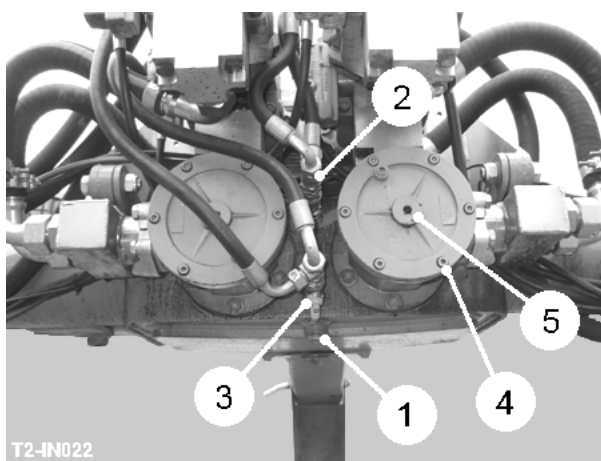

Fig 36
Le réservoir de l'huile le bouchon aimanté (item 1, fig 36), localisé sous le centre de la poutre de devant, devrait être enlevé et devrait être nettoyé annuellement. Ce bouchon utilise égoutte aussi le réservoir, donc si l'huile n'est pas changée un 3/4" bouchon BSP temporaire devrait être utilisé pour sceller le réservoir et minimiser la perte de l'huile
Les valves de l'arrêt (item 2 & 3, fig 36) reliées aux lignes de l'égout du cas de la pompe permettent à entretien d'être porté dehors sans égoutter le réservoir de l'huile.
1. Enroulez complètement anti-comme les aiguilles d'une montre la vis du filtre de la succion (item 4, fig 36) dehors pour fermer la valve d'arrêt dans le logement du filtre.
2. Diffusez la six tenue des vis (item 5, fig 36) la paupière du filtre. Une petite quantité d'huile sera perdu du corps du filtre.
5. Enroulez complètement comme les aiguilles d'une montre la vis du filtre de la succion (item 4, fig 36) dans pour ouvrir la valve d'arrêt.